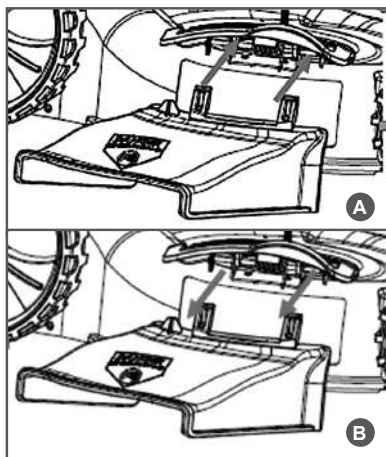

Рис. 2 Установка и снятие желоба бокового выброса
Для режима бокового выброса травы установите желоб бокового выброса (Рис. 2 А) и снимите травосборник.
1. Снять желоб бокового выброса (Рис. 2В) или травосборник в зависимости от исходного состояния газонокосилки.
1. Снять желоб бокового выброса (Рис. 2В) или травосборник или заглушку для мульчирования в зависимости от исходного состояния газонокосилки.